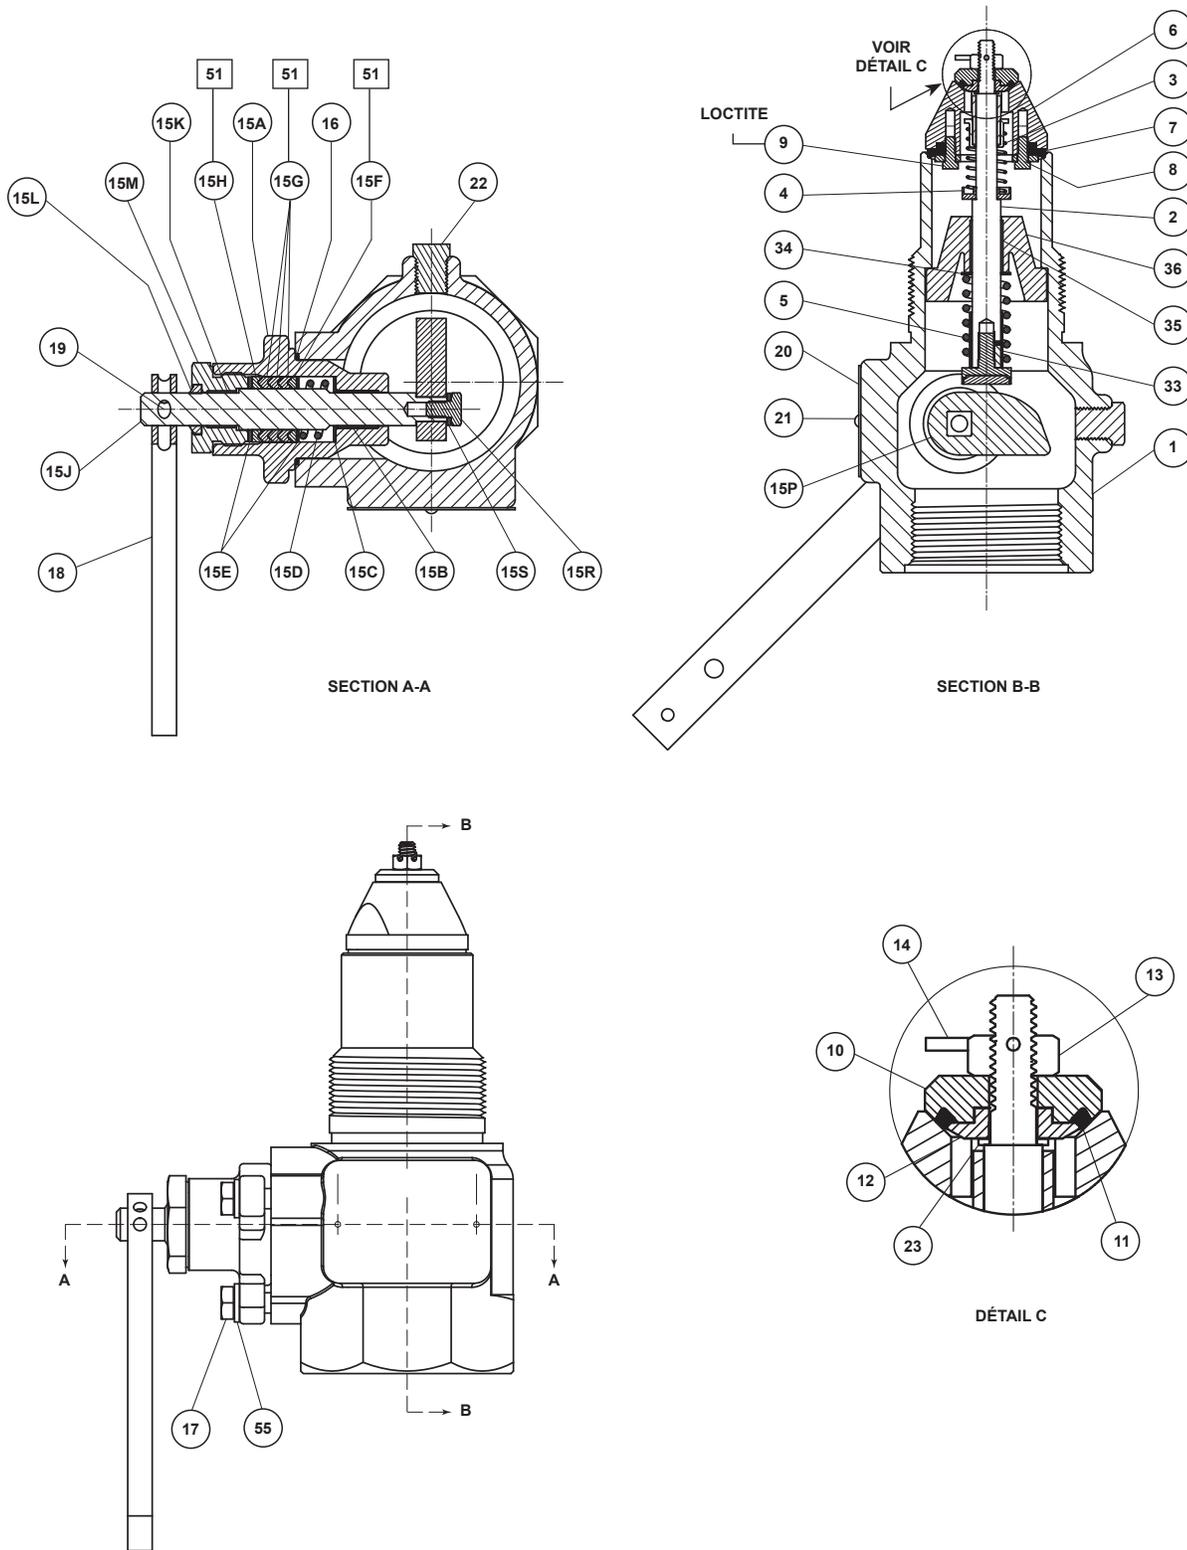

Figure 5. Type C477
2. Retirer la goupille fendue (n° 14, figure 5) et desserrer l'écrou hexagonal (n° 13).